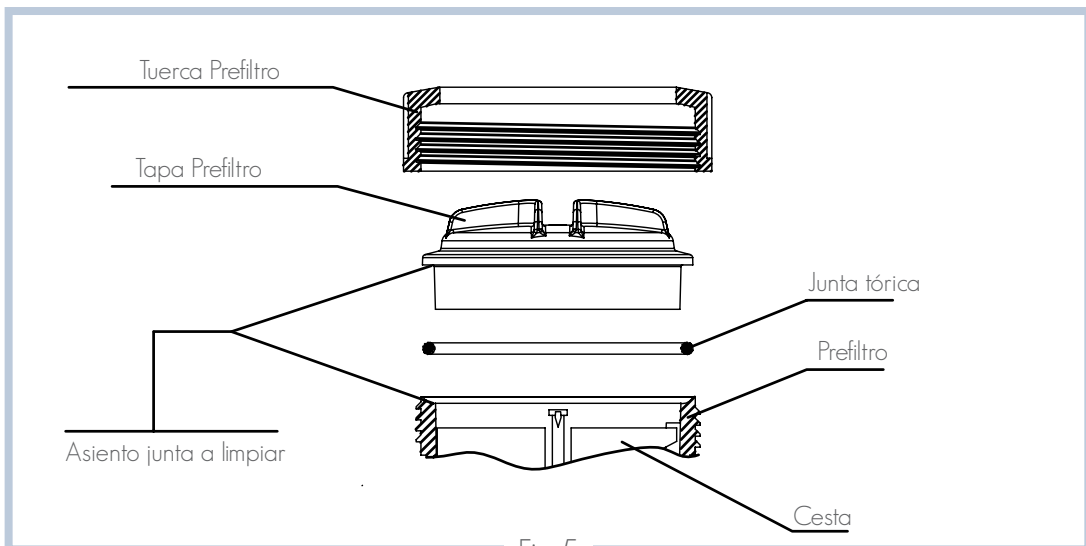

Fig 5
1. Desmontar la tapa del prefiltro, desenroscando la tuerca que la sujeta (Fig. 5).
- Colocar la tapa prefiltro y cerrar enroscándola, sin olvidar colocar la junta en su alojamiento (Fig.5).
- Cada vez que se abra el prefiltro, limpiar de impurezas el asiento de la junta y la propia junta, para asegurar la estanqueidad en el cierre de la tapa (Fig. 5).